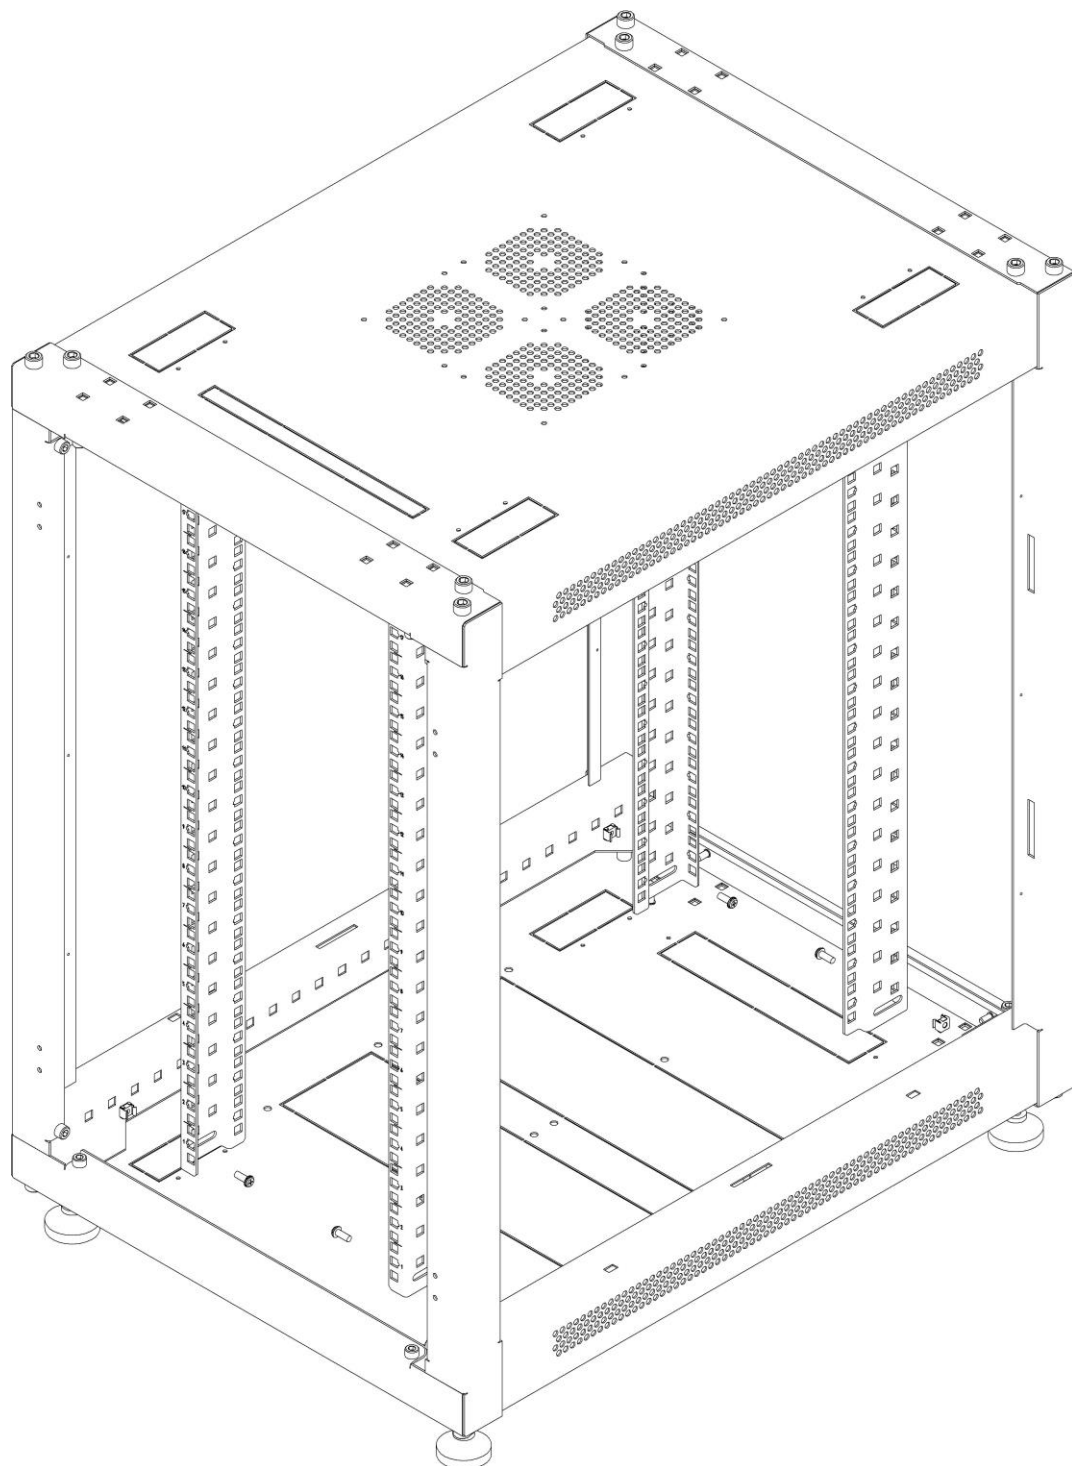

Рисунок 2 – установка монтажных профилей.
7.1.2 Установить профиль монтажный (1.5, 1.6) используя крепеж из комплекта монтажных частей (3). Закладные гайки необходимо вставить в квадратные отверстия с внутренней стороны основания и крышки на необходимом расстоянии. (рисунок 2).